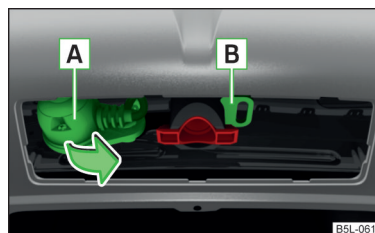

Fig. 152
- › Rabatați priza cu 13 pini **A** în sensul săgeții » fig. 152.
- › Introduceți conectorul cablului remorcii/ accesoriiilor în priza cu 13 poli **A** » fig. 152. (în cazul în care remorca/accesoriile dispun de o fișă cu 7 pini, puteți folosi un adaptor corespunzător, din gama de accesorii originale ŠKODA).